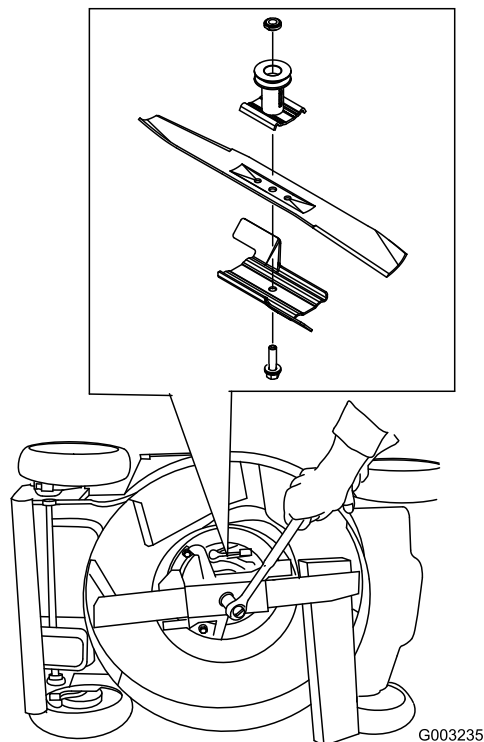

Рисунок 42
3. Используйте деревянную подкладку для неподвижного удерживания ножа (Рисунок 42).